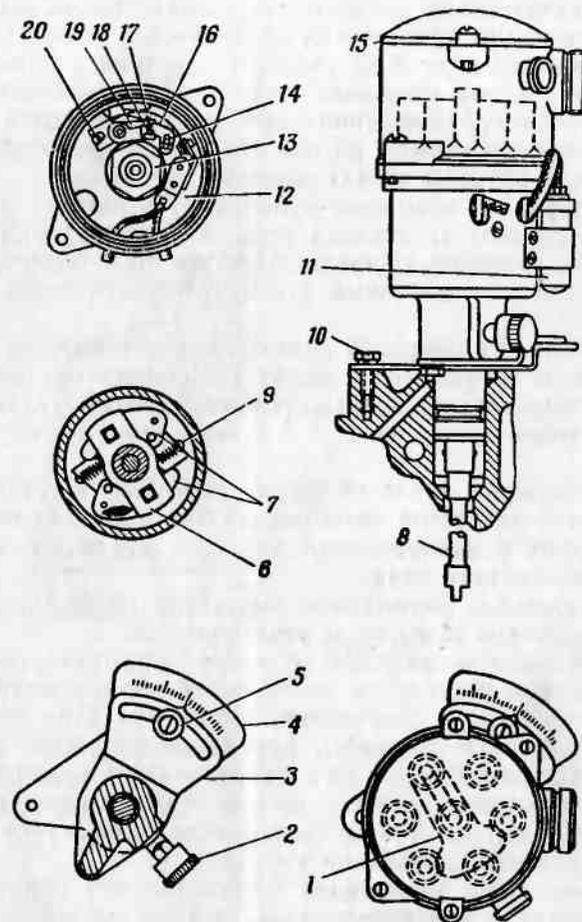

Рис. 102. Распределитель батарейного зажигания Р-40:
Распределитель зажигания Р-40 (рис. 102) экранированный, установлен наклонно с левой стороны блока цилиндров, приводится во вращение от валика масляного насоса. Направление вращения ротора распределителя правое (по часовой стрелке), если смотреть со стороны его крышки.
2. Медленно вращая пусковой рукояткой коленчатый вал двигателя, установить кулачок 13 (рис. 102) в положение, при котором зазор между контактами прерывателя будет максимальным.
7. Ослабить винт 5 (рис. 102) шкалы октан-корректора.